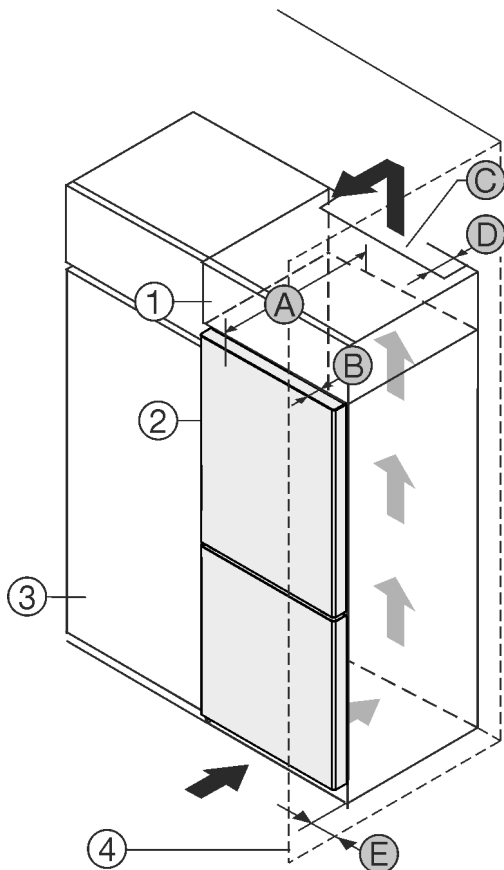

Fig. 1
Ju mund ta instaloni pajisjen direkt ngjitur me dollapin e kuzhinës Fig. 1 (3).*
Në faqen e pasme të dollapit së montimit duhet të ketë një hapësirë ajrimi me thellësi Fig. 1 (D) në të gjithë gjerësinë e dollapit të montimit.*
Nën mbulesën e hapësirës duhet respektuar seksioni tërthor i qarkullimit të ajrit Fig. 1 (C).*
Nëse instaloni pajisjen me mentesha pranë një muri Fig. 1 (4), atëherë duhet që distanca midis pajisjes dhe murit të jetë të paktën 13 mm.*
Nëse instaloni pajisjen me mentesha pranë një muri Fig. 1 (4), atëherë duhet që distanca midis pajisjes dhe murit të jetë të paktën 20 mm.*
Në mënyrë që dera të mund të hapet plotësisht, duhet që pajisja të dalë jashtë përpara kanatit të dollapit të kuzhinës sa thellësia e derës Fig. 1 (B). Në varësi nga thellësia e dollapëve të kuzhinës Fig. 1 (3) dhe përdorimi i ruajtësve të distancës nga muri, pajisja mund të dalë më shumë përpara dollapit.*